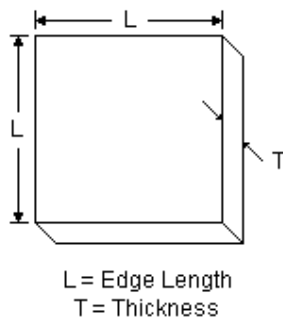

図 1
- 6.1 基板は、表 1 にあげられた公称エッジ長と公称厚の寸法許容誤差に従うこと。図 1 に寸法を示す。図 2 には、直角度寸法を測定するための固定点を示す。